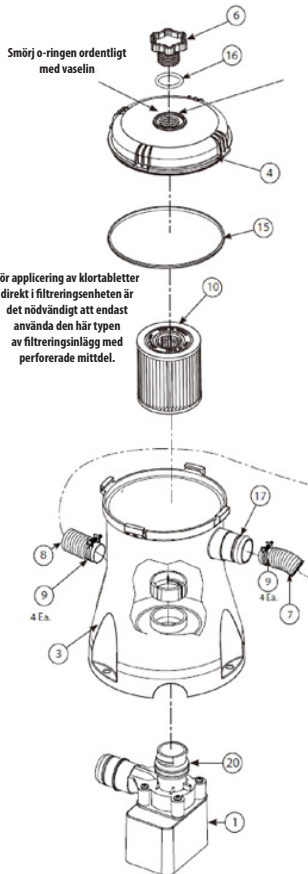

BILD 1
3. Ta inlopps- och utloppsslångarna (7), (8) och ta ut de fyra slangklämmorna (9) från påsen med tillbehör. Lossa slangklämmorna och skjut på den på slangens bägge ändar. En slang sätts på filteringsenhetens skåps ingång och en slang på dess utgång. Dra åt de två slangklämmorna (9) på filteringsenhetens skåp. Se **bild 1, 3 och 4**.
4. Montera på silen med genomföringen (11, 12) till utgången på bassängväggarna. Sätt på sugslangen från filterenhetens skåp på bassängens genomföring. Dra åt slangklämmorna. Se **bild 1, 3 och 4**.
5. Montera strömlikriktaren med genomföringen (11 och 13) på bassängväggen. Fäst utloppsslangen till filteringsenhetens skåp på bassängens ingångsgenomföring. Dra åt slangklämmorna. Börja med att tömma bassängen. Se **bild 1, 3 och 4**.